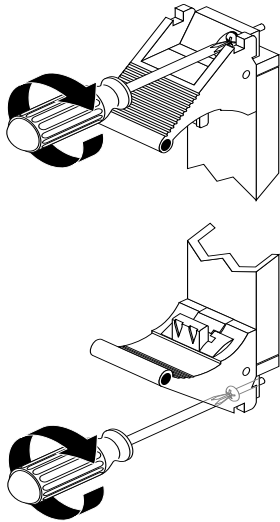

図 4-7 取り出しレバー固定ねじの締め方
- プラスのねじ回し (Phillips の 2 番) を使用して、カードの取り出しレバー側の 2 本 (上端と下端に各 1 本) の固定ねじを締めます (図 4-7)。
7. プラスのねじ回し (Phillips の 2 番) を使用して、カードの取り出しレバー内にある 2 本の固定ねじ (上下に各 1 本) を締めます (図 4-7)。
11. プラスのねじ回し (Phillips の 2 番) を使用して、カードの取り出しレバー内にある 2 本の固定ねじ (上下に各 1 本) を締めます (図 4-7)。